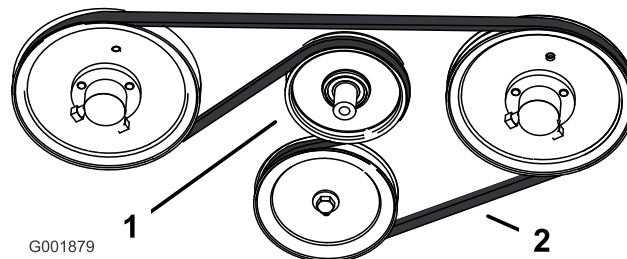

Bild 65
2. Ziehen Sie die federgespannte Spannscheibe nach unten und entfernen den Fahrtriebsriemen vom Motor und die Riemenscheiben der hydraulischen Pumpe (Bild 65). Ziehen Sie den Riemen von den Riemenscheiben ab.
3. Legen Sie einen neuen Riemen um die Motor- und Hydraulikpumpenscheiben (Bild 65).
4. Ziehen Sie den federgespannten Spannarm nach unten und richten Sie diesen unter dem Fahrtriebsriemen aus. Lösen Sie den Druck auf den federgespannten Spannarm (Bild 65).